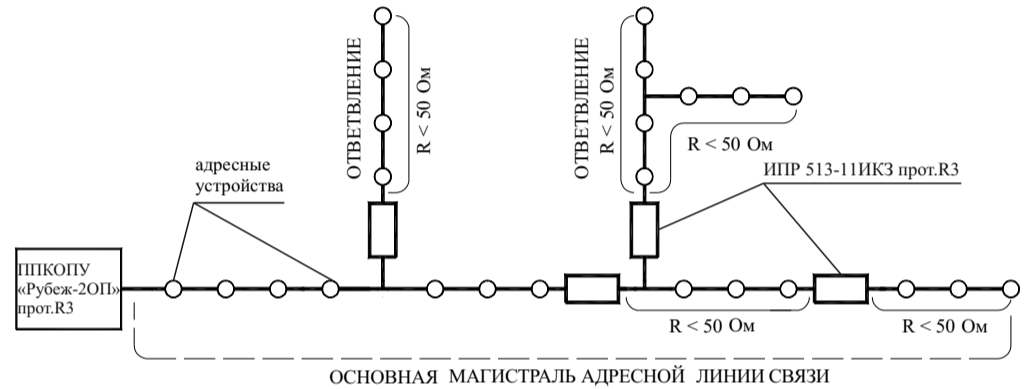

Рисунок 2
- разрывать радиальную АЛС (рисунок 2) в месте установки извещателя, ближайшего к точке КЗ. Это локализует участок после извещателя и оставляет работоспособным участок АЛС между прибором и сработавшим извещателем;